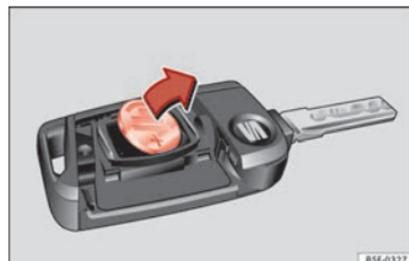

Fig. 119 Chave do veículo: extrair a pilha.
- Extraia a pilha do compartimento com um objeto fino adequado »» Fig. 119.
- Coloque a pilha nova no compartimento, pressionando-a tal como se mostra »» Fig. 119, no sentido contrário ao da seta »» ❶.